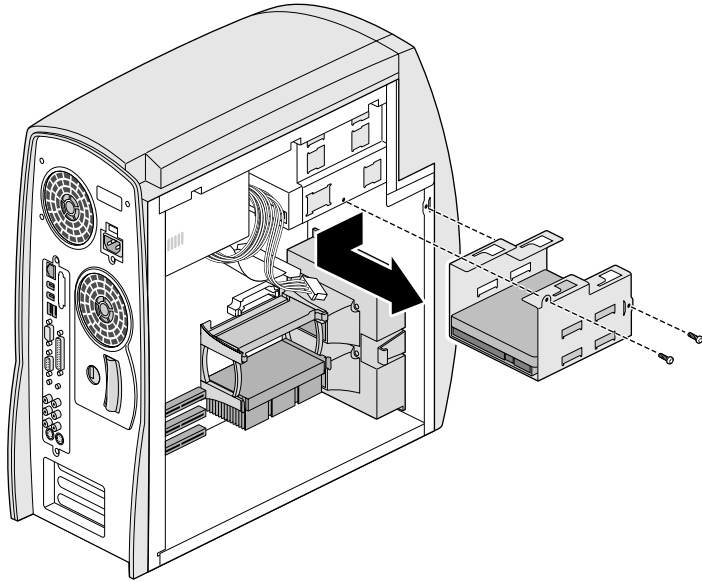

图 4-11 拆除内部硬盘驱动器托架
5. 拆除系统上的驱动器托架。具体操作如图 4-11 所示。